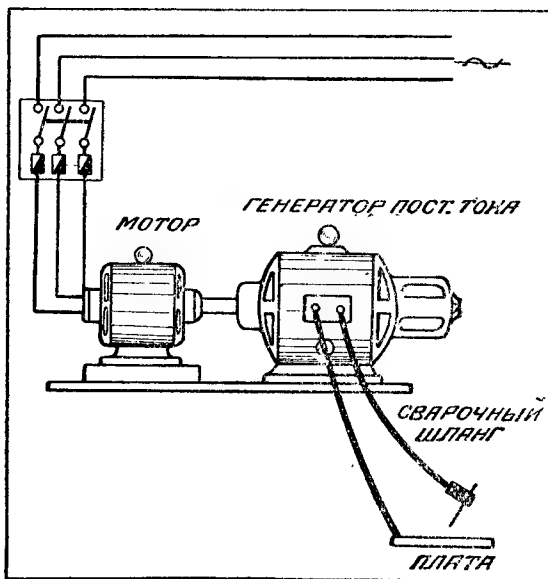

Рис. 1. Агрегат для сварки постоянным током
1) мотор-генератора (рис. 1), представляющего собой мотор переменного тока, сцепленный посредством муфты на общем валу с низковольтным генератором постоянного тока, или из специального умформера;